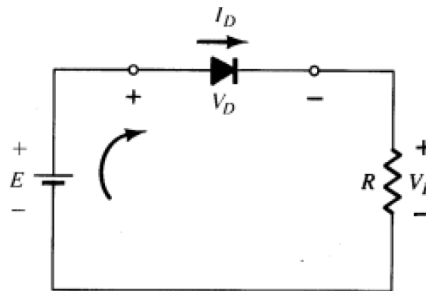

Figura 77: Circuito básico de polarização direta
- Monte o circuito apresentado na Figura 77. Considere os seguintes valores:  $R = 1k\Omega$ ,  $E = 10V$ , Diodo 1N4001 (1N4004 ou 1N4007).